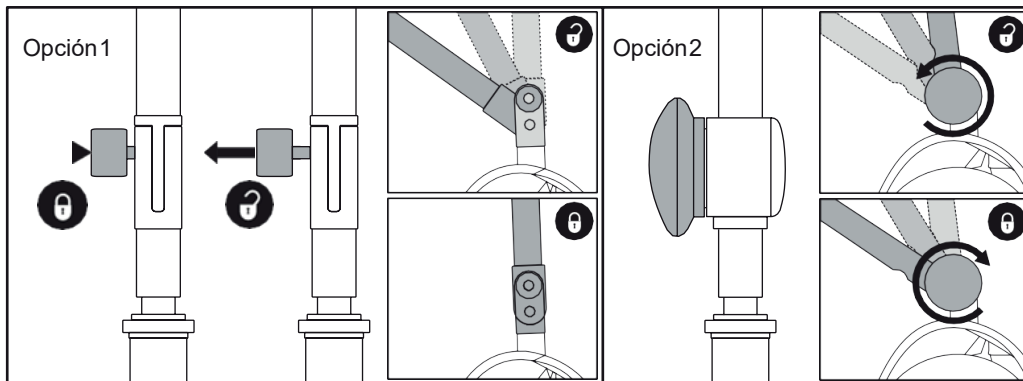

Figura 4. Perillas de ajuste del timón
1. Con el asiento y la batería retirados (consulte procedimientos de desmontaje en la página anterior), baje el timón y apriete la perilla de ajuste del timón. Véase la figura 4.
3. Levante el timón y asegure completamente la perilla de ajuste del timón. Véase la figura 4.